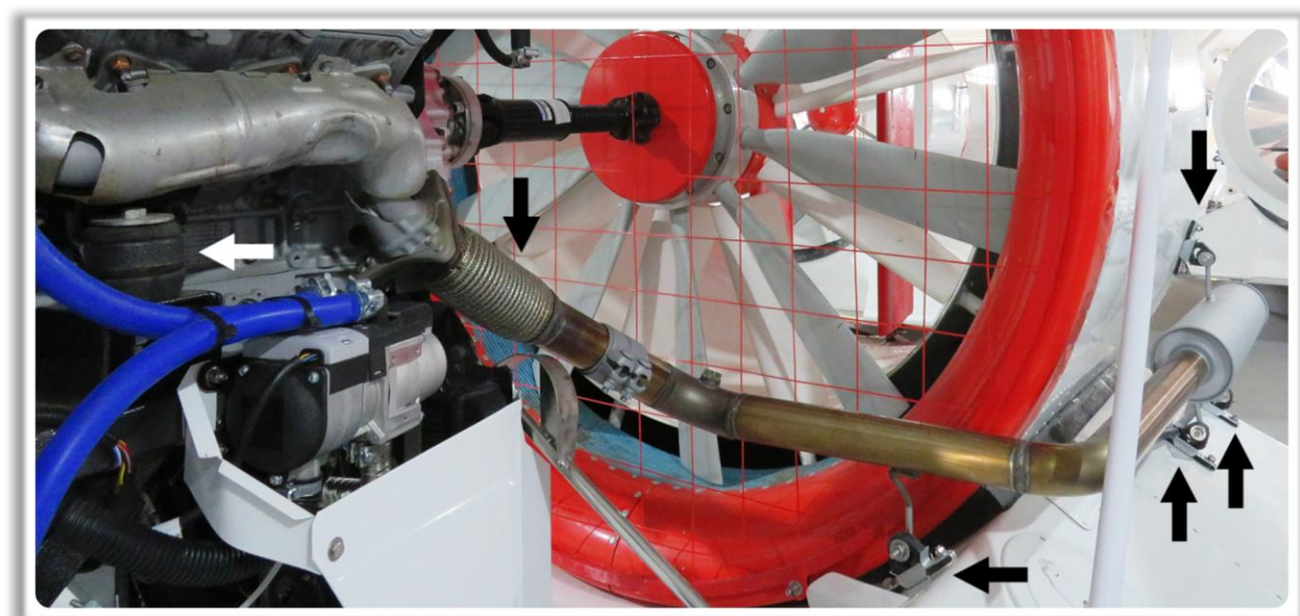

Рисунок VI-2
- 3) Проверьте, что все кронштейны и резиновые элементы (подвесы выхлопной системы) в хорошем состоянии и равномерно натянуты (Рисунок VI-2).